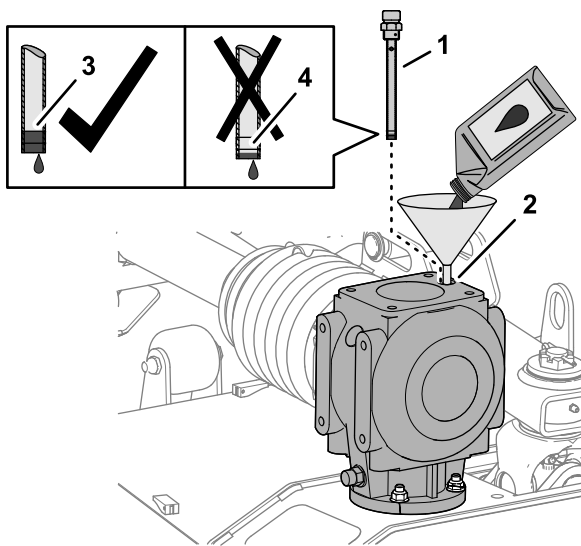

Figura 57
1. Adicione 1064 ml do lubrificante de engrenagens especificado na caixa de velocidades através da porta da vareta (Figura 57).
- Enrosque a vareta na entrada, retire a vareta e verifique o nível de lubrificante (Figura 57).
- Enrosque a vareta na porta de enchimento e aperte a vareta (Figura 57).